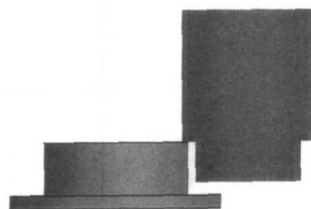

图 1-16 对齐装配后的结果
(3) 如图 1-15 所示，对所选择的两个零件表面执行对齐装配操作，其结果如图 1-16 所示。